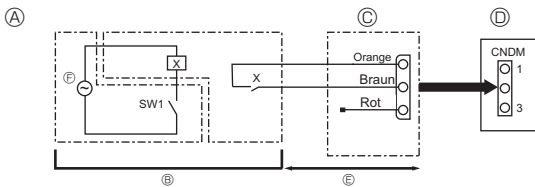

Fig. 10-1
10.1. Lärmschutzmodus (Veränderung vor Ort) (Fig. 10-1)